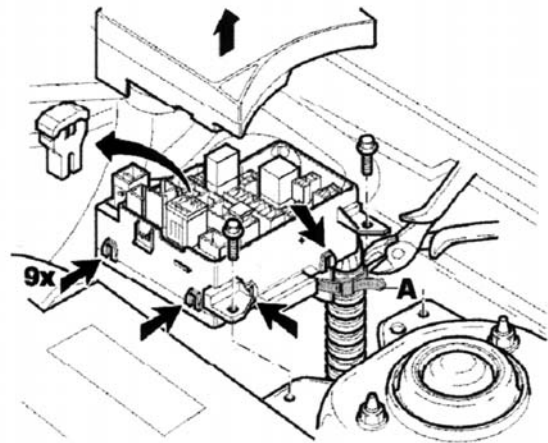

Figura 2
- Abrir la caja de fusibles y extraer el fusible de 50 A para el sistema ABS (figura 2).
tanto como sea posible antes del aislamiento (figura 2).